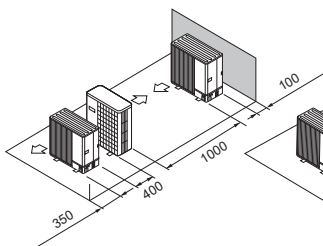

Fig. 2-16
- (5) Disposition pour un seul appareil parallèle (Fig. 2-16)